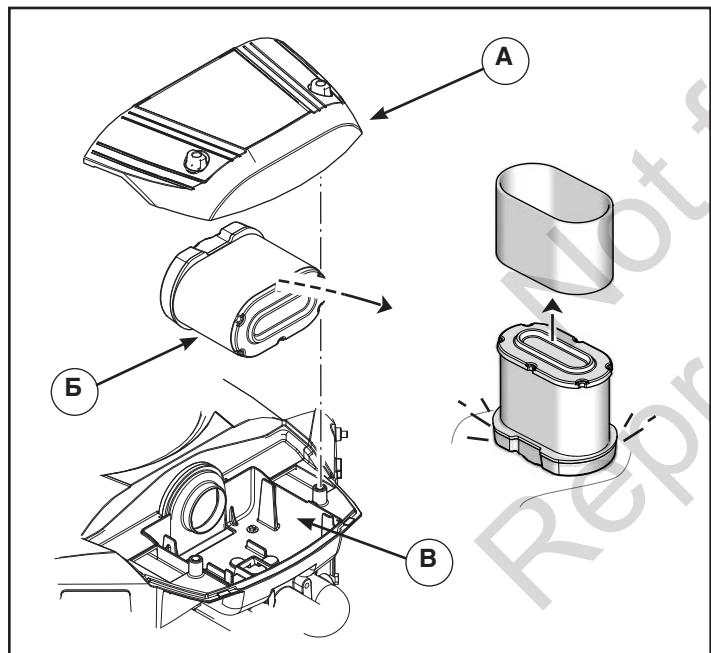

Рисунок 11
1. Снимите крышку (**A**, рис. 11).